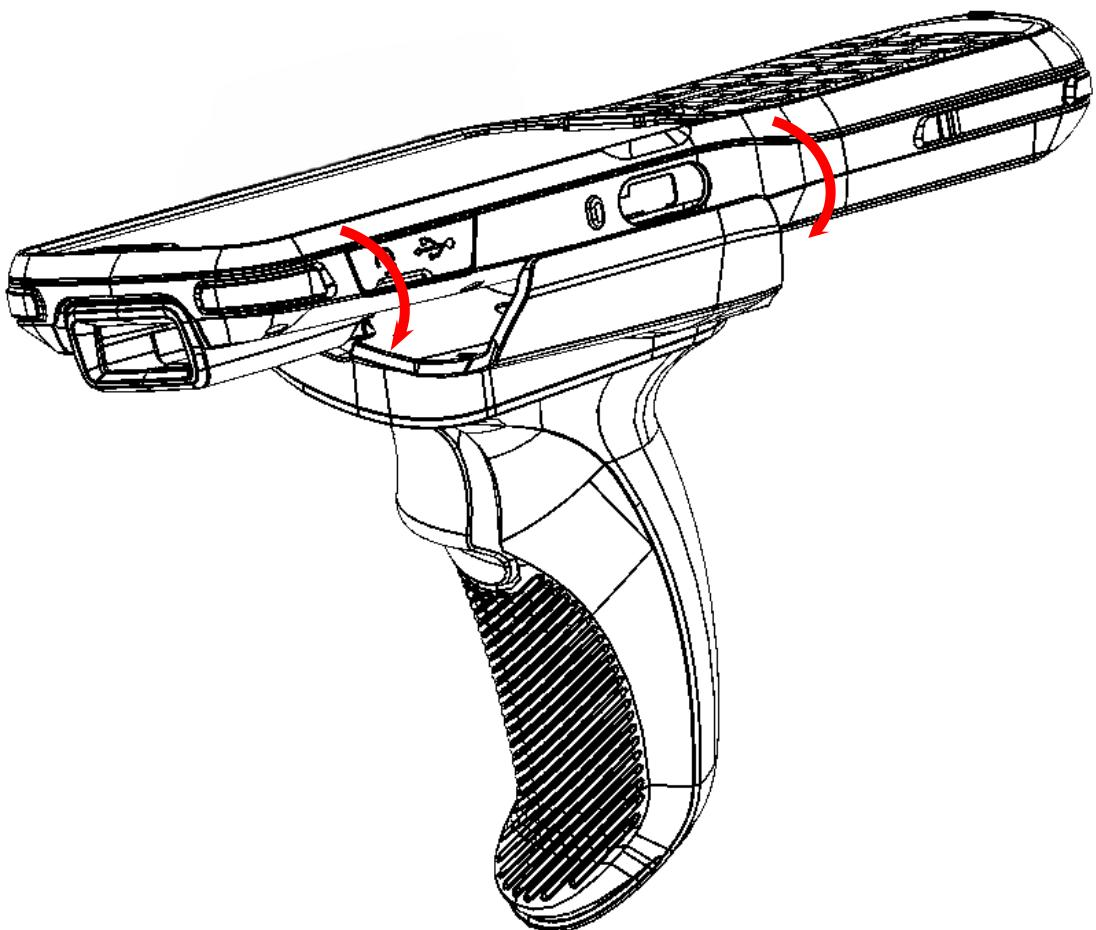

Рисунок 42. Правильная установка ТСД в пистолетную рукоятку
Установку ТСД АТОЛ Smart.Prime в пистолетную рукоятку необходимо производить только методом защелкивания (рисунок 42). Установка методом «задвигания» в ПР категорически запрещена!
- 1** Установить правую боковую сторону ТСД в правую часть проема рукоятки (рисунок 42).
- 3** Аккуратно надавить на левую сторону ТСД до щелчка (рисунок 42). ТСД установлен в пистолетную рукоятку (рисунок 43).